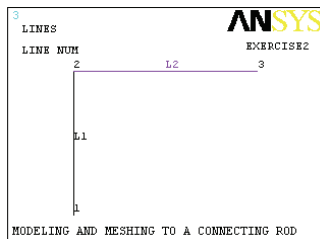

图 2-35 生成线段结果显示
6) 选择 Utility Menu | Plot | Lines 命令, ANSYS 显示窗口将显示所生成的线段, 如图 2-35 所示。